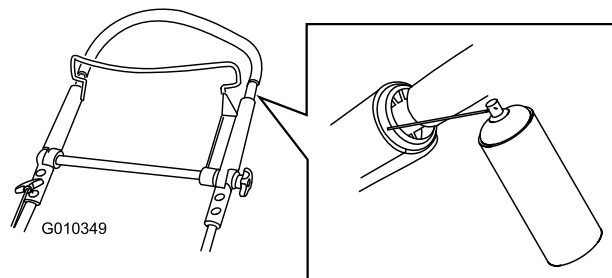

Figure 41
1. Pulvérisez l'extrémité en plastique extérieure de la poignée intérieure (Figure 41).